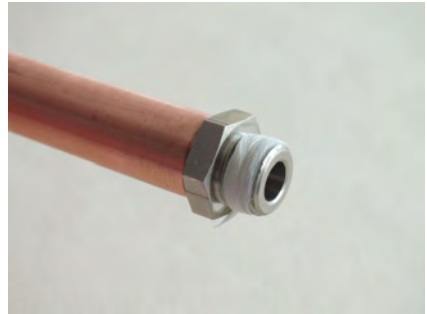

Abb. 9: Rohrleitung mit Dichtfaden
- ⇒ Die Rohrleitung ist nun für die Montage vorbereitet (Abb. 9)